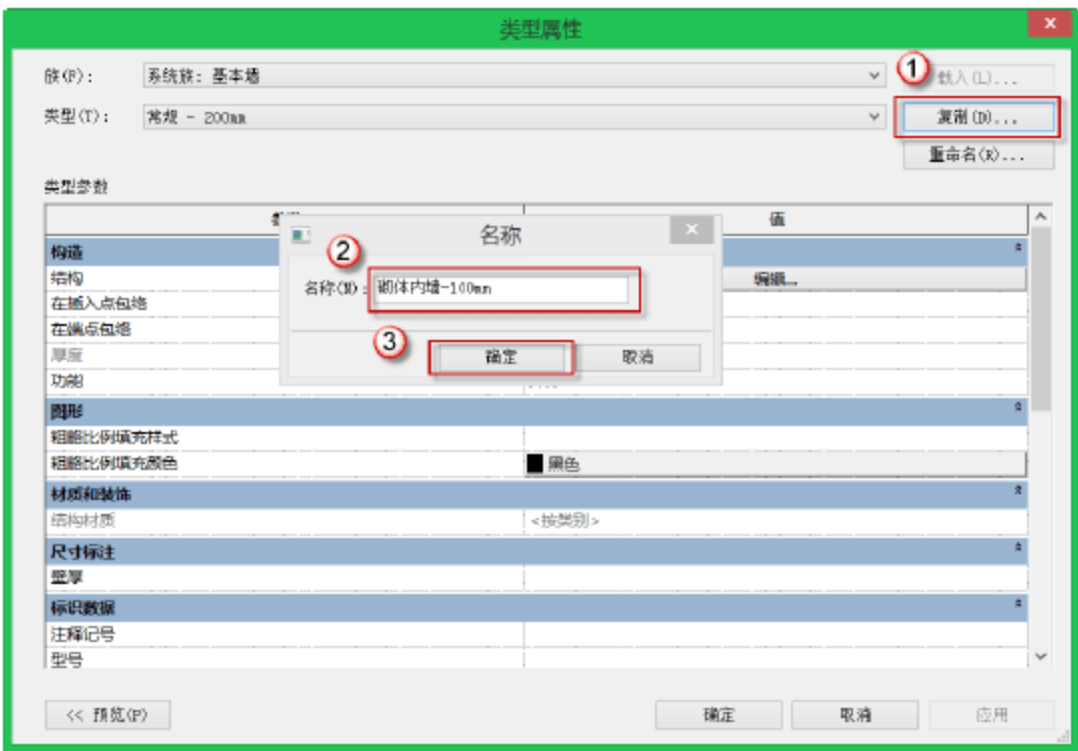

图 10.2.8 复制创建“砌体内墙-100mm”族类型
(1) 打开“基本墙”族。选择“建筑”→“墙”→“墙：建筑”命令，也可以直接按快捷键 W+A。选择“基本墙”族，在“属性”面板中选择“基本墙”→“常规 200mm”选项（注意当前列表框中有 3 种墙族，即叠层墙、基本墙、幕墙）。
(2) 复制创建“砌体内墙-100mm”族类型。单击“属性”面板中的“编辑类型”按钮，在弹出的“类型属性”对话框中单击“复制”按钮，在弹出的“名称”对话框中输入“砌体内墙-100mm”作为新类型名称，单击“确定”按钮返回“类型属性”对话框，如图 10.2.8 所示。